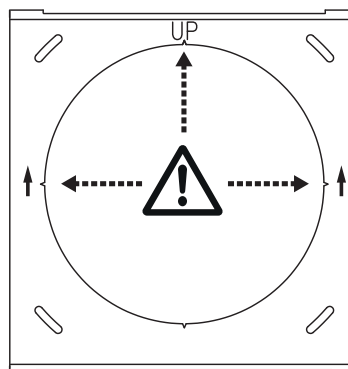

Bild 1. Ramdelar monteras med pilarna pekande upp mot tak.
- ⚠ Varje ramdel är märkt med dubbla pilar, se **Bild 1**. Observera att ramen ska monteras med pilarna riktade uppåt.